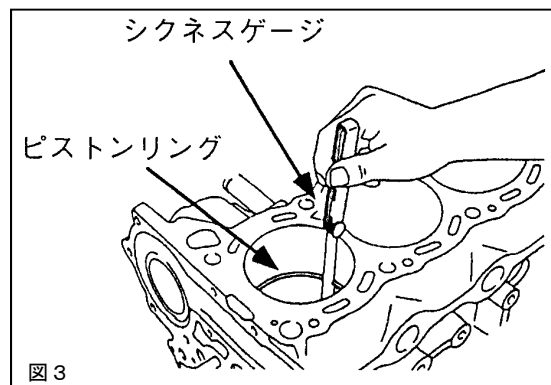

図3
4. 1 図3のようにピストンリングをシリンダの中間位置までピストンを利用して押し込み、シクネスゲージを用いて合い口隙間を測定してください。